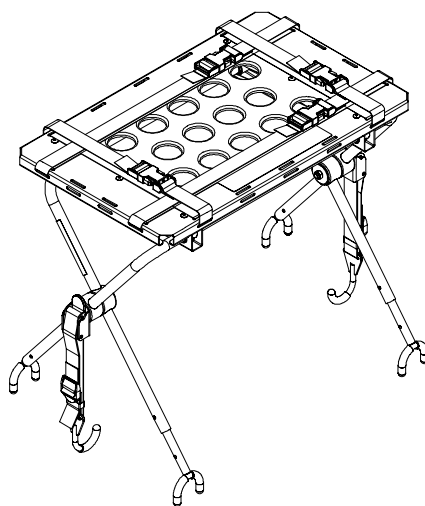

Figura 25 – Deschideți picioarele platformei defibrilatorului
2. Deschideți și extindeți picioarele platformei defibrilatorului (Figura 25).